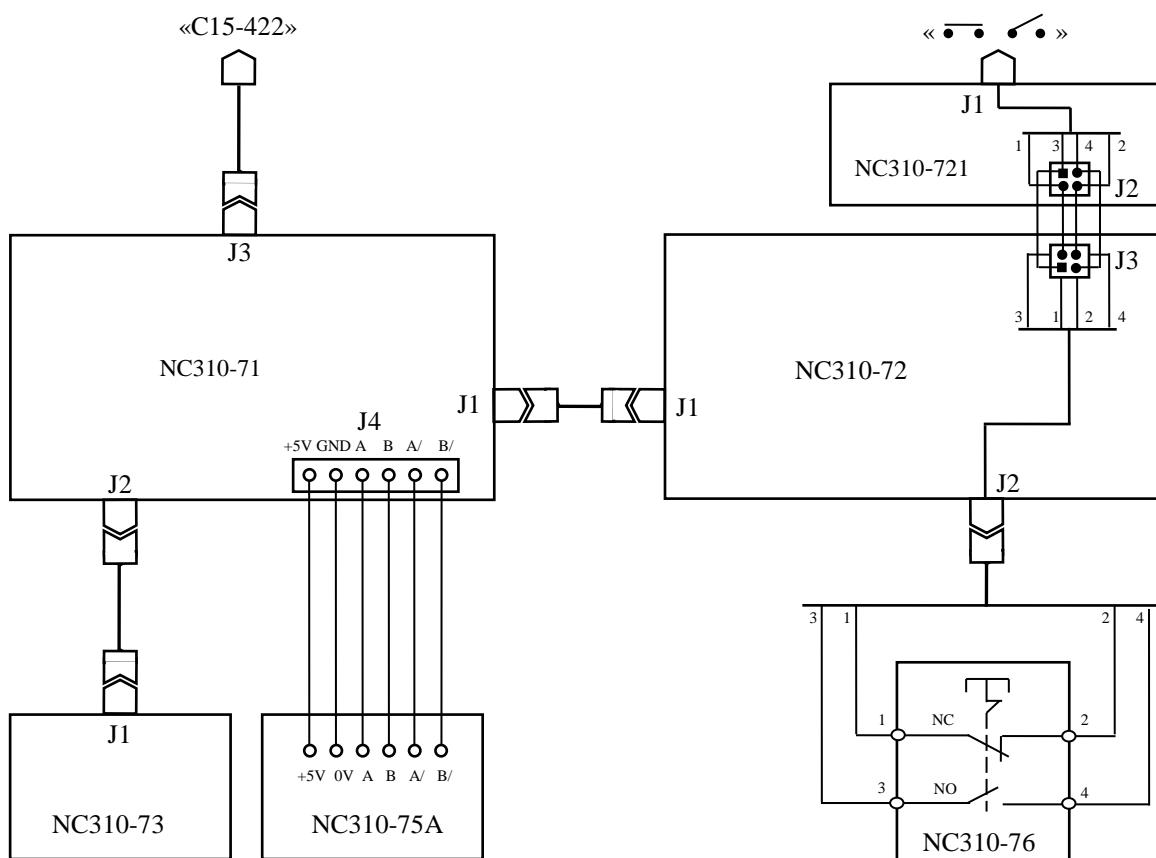

Рисунок 6.1 – Схема соединений СП NC310-7
6.2.4.1 Аварийный выключатель NC310-76 устанавливают непосредственно на лицевую панель СП NC310-77. Кнопка-грибок аварийного выключателя (красного цвета) через отверстие лицевой панели выводится на её наружную поверхность. Аварийный выключатель имеет одну пару НРК (**NO**) и одну пару НЗК (**NC**). Выводы НРК и НЗК проводами соединяются с розеткой на 4 контакта, которая подключается к разъёму **J2** на плате клавиатуры NC310-72 (см. рисунок 6.1). Через разъём **J3** сигналы передаются на плату разъёма аварийного выключателя NC310-721 и через разъём **J1** выводятся на заднюю стенку СП УЧПУ, где он имеет маркировку «».